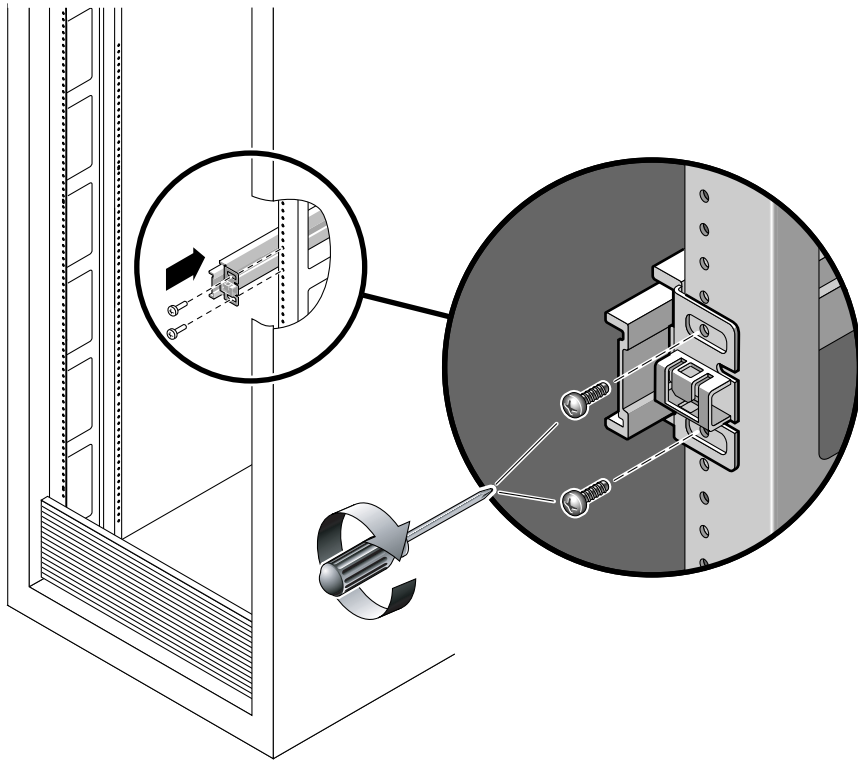

图 2-5 安装滑轨
- a. 用两颗螺钉将滑轨的前部松散地连接到右前方的机架立柱（图 2-5）。